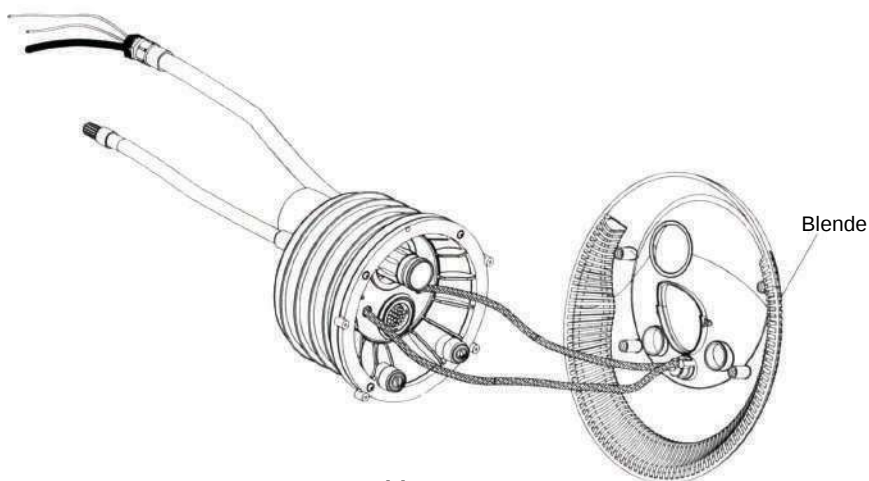

Abb. 11.
- 3) Schließen Sie die aus dem Gehäuse austretenden Schläuche an das Luftregulierungsventil an (Abb. 11). (Nicht auf den Kopf stellen.)